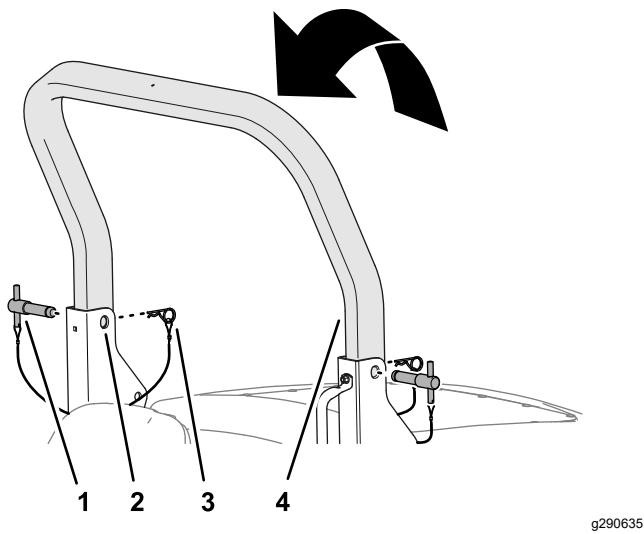

Bild 29
- Heben Sie den oberen Überrollbügel an, bis die Löcher im Überrollbügel auf die Schwenkhalterungen ausgerichtet sind (Bild 29).
- Führen Sie die Überrollbügelstifte durch die oberen Löcher der Schwenkhalterungen und des oberen Überrollbügels (Bild 29).
- Sichern Sie die Überrollbügelstifte mit den Splinten an den Schwenkhalterungen (Bild 29).